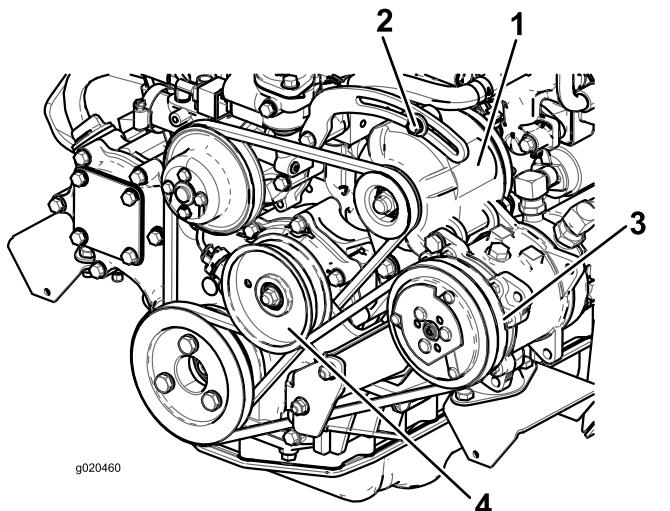

Figura 112
Si la desviación no es de 10 mm (⅜"), afloje los pernos de montaje del alternador (Figura 112).
- Si la desviación no es de 10 mm ($\frac{3}{8}$ "), afloje el perno de montaje de la polea tensora (Figura 112).